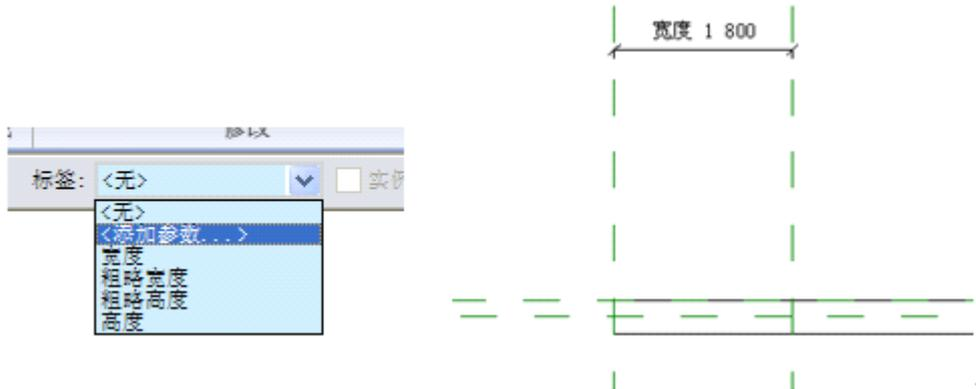

图 19.12-22
- 标注两条参照平面间距，并选择尺寸标注，单击选项栏“标签”后的向下箭头，选择“添加参数”，添加名称为“宽度 1”的参数。（如图 19.12-22 所示）。